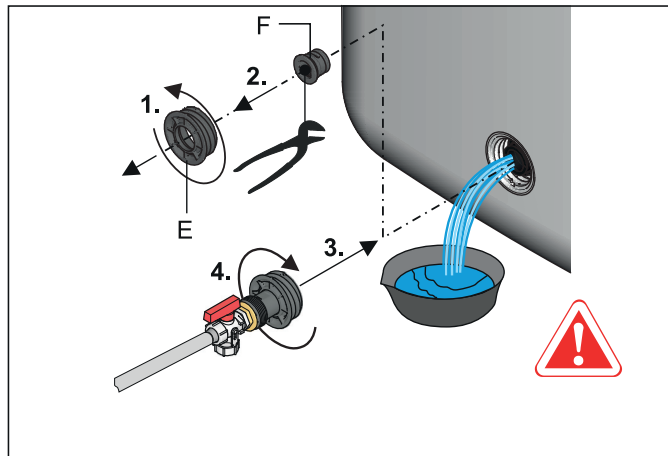

Fig. 5-4 Avvitamento del raccordo di riempimento KFE nel raccordo di riempimento e svuotamento
- 5 Svitare il raccordo filettato del raccordo di riempimento e svuotamento (fig. 5-4, pos. E), rimuovere il tappo di chiusura (fig. 5-4, pos. F) e **riavvitare immediatamente** l'inserto filettato con il **raccordo di riempimento KFE** nel raccordo di riempimento e svuotamento (fig. 5-4).